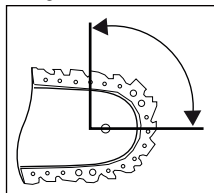

Fig. 1
- Un contatto con la punta del binario in alcuni casi potrebbe causare una reazione inattesa a ritroso, in cui il binario di guida 23 potrebbe scattare verso l'alto e in direzione dell'operatore (v. fig. 1).